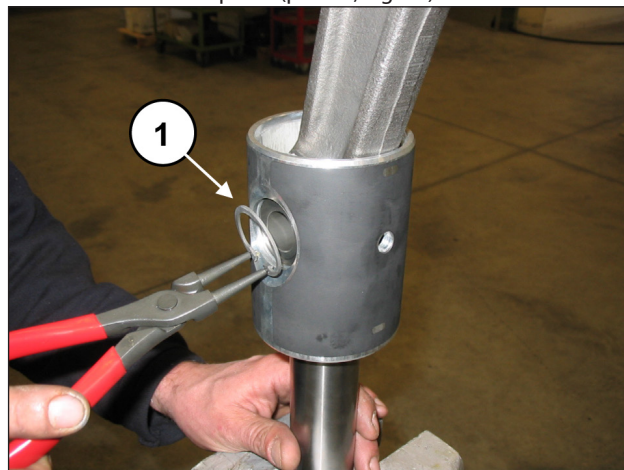
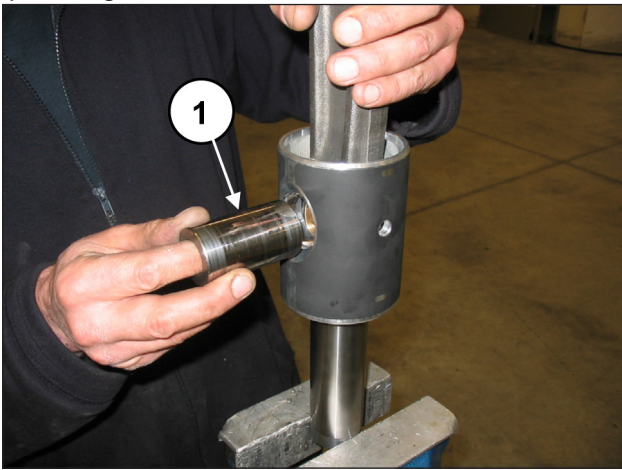
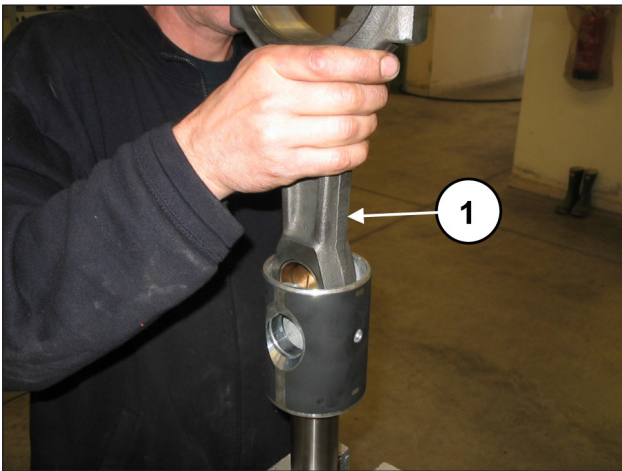

Fig. 44
Fig. 45
Fig. 46
Remova os dois anéis elásticos de bloqueio do pino, usando uma ferramenta adequada (pos. ①, Fig. 44).
Solte o pino (pos. ①, Fig. 45) e forneça a extração da haste (pos. ①, Fig. 46).
Insira a haste na guia do pistão (pos. ①, Fig. 46) e, em seguida, insira o pino (pos. ①, Fig. 45). Aplique os dois anéis elásticos do ombro com a ferramenta adequada (pos. ①, Fig. 44). Separe os chapéus das semi-hastes. O acoplamento correto será garantido pela numeração colocada em um lado (pos. ①, Fig. 43).